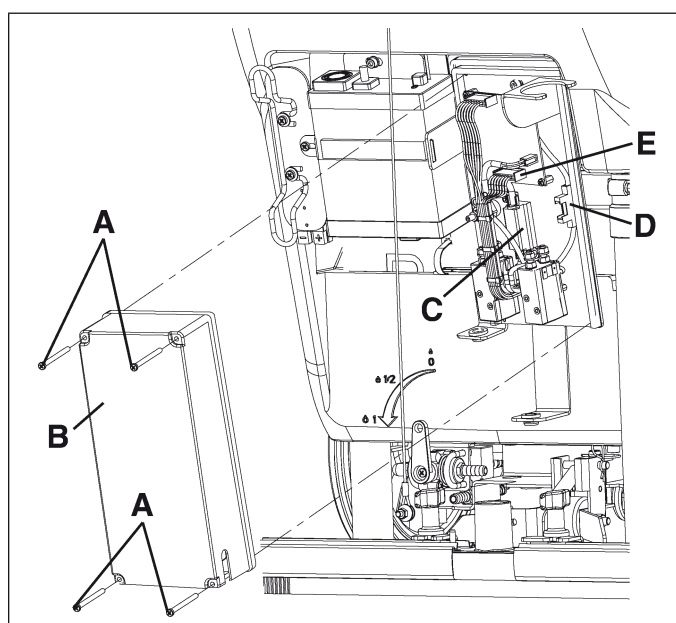

Figure 32
3. Dévisser les vis (A, Fig. 32) et déposer le couvercle (B) du boîtier des composants électriques.
- Fusible brosse (C, Fig. 32) : (40 A)
- Fusible aspiration (D, Fig. 32) : (40 A)
- Fusible électrovanne et carte électronique (D, Fig. 32) : (5 A)